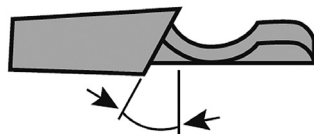

Рис. 8 Определение угла заточки режущего зуба по горизонтали
3. Определите угол заточки режущего зуба по горизонтали (Рис. 8).